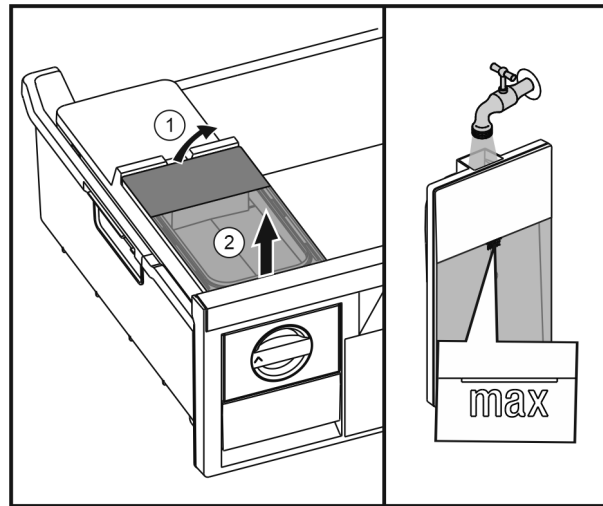

Fig. 34
- ▶ Soulever le réservoir d'eau depuis l'arrière Fig. 34 (1) et l'enlever vers le haut Fig. 34 (2).